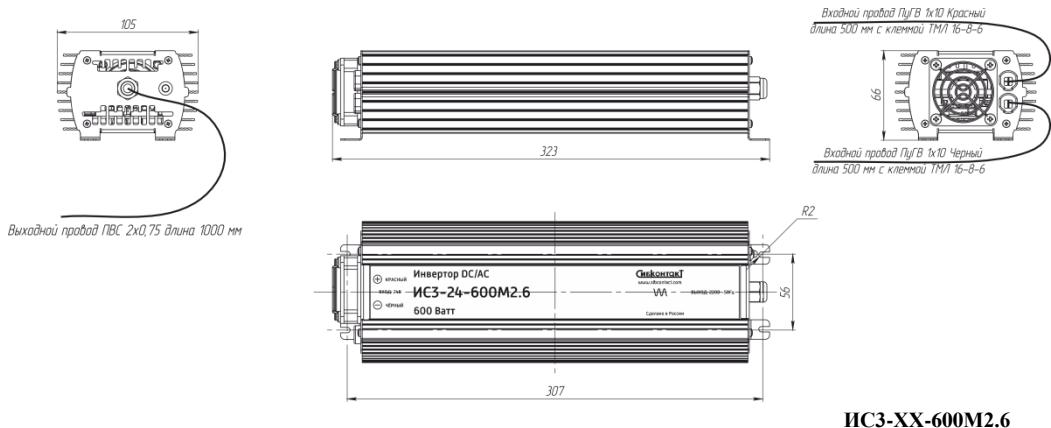

Рисунок 1 Внешний вид инвертора ИС3
4.2 На торцевых панелях инвертора расположены (см. табл. 4.1, Рис.1):